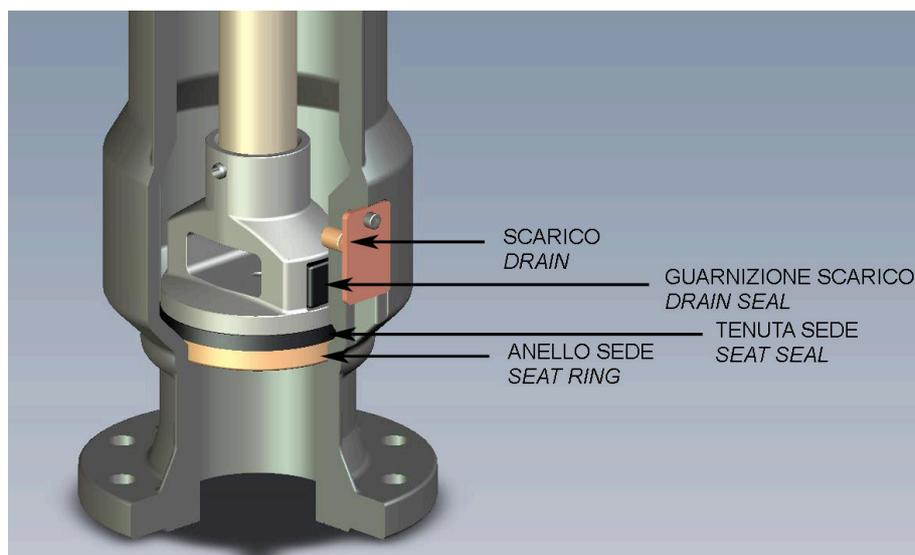

Fig. 3
**Informazione importante in merito alla tenuta dell'idrante (vedere fig.3).**
**Important remark about hydrant tightness (see fig.3).**